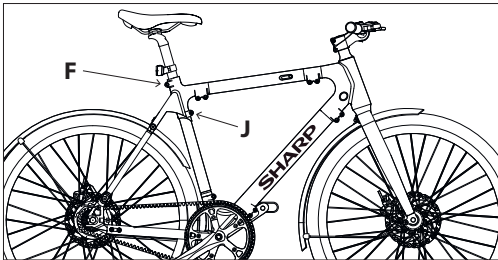

Figure 3-1
- Desserrez les boulons [F] et [J] dans le sens antihoraire avec une clé Allen de 5 mm, insérez la tige de selle dans le cadre, comme indiqué dans [Figure 3-1].